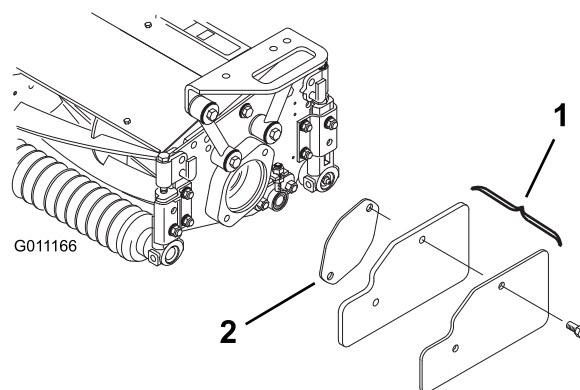

Figure 20
2. Retirez les masses et le joint (Figure 20) de l'extrémité intérieure du plateau de coupe droit.